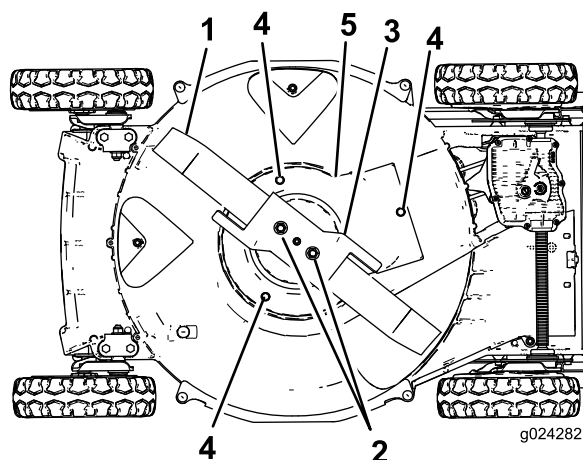

Figure 35
6. Retirez les 2 écrous de lame, l'accélérateur et la lame (Figure 35).
7. Retirez les vis qui fixent la protection du débrayage du frein de lame au carter du plateau de coupe (Figure 35).